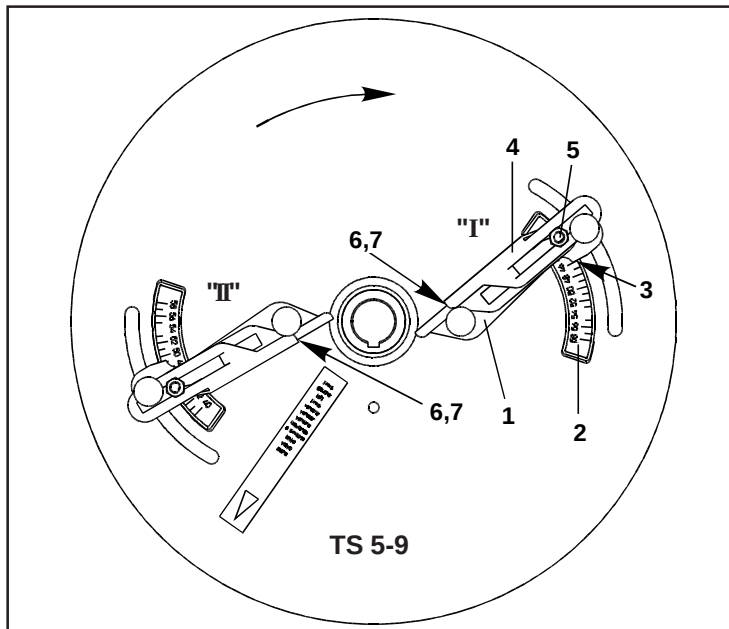

Fig. 7.11
- Afleeskant (fig. 7.11/7) van de schoep "I" op letter "D" instellen en buitenste gedeelte van de schoep vastzetten. Schoep "I" naar cijfer "50" verdraaien en vastzetten.
- Afleeskant (fig. 7.11/7) van de schoep "II" op letter "F" instellen en buitenste gedeelte van de schoep vastzetten. Schoep "II" naar cijfer "46" verdraaien en vastzetten.